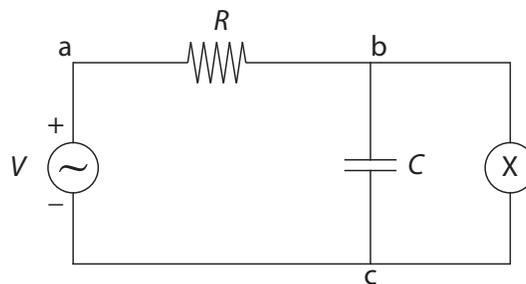

Figura 4.1: Circuito RC.
- a) Arme el circuito de la figura 4.1 con $R = 1 \text{ k}\Omega$, $C = 10\,000 \text{ pF}$. La “X” en el círculo representa al osciloscopio.